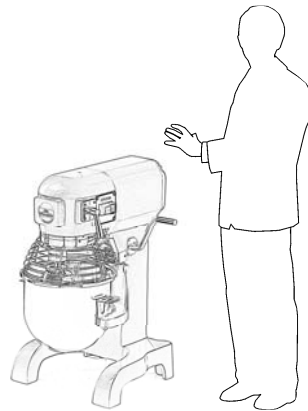

FIG. n.7 - Posizione corretta
6. assumere una posizione corretta in modo da evitare incidenti (vedi FIG. n.7): il corpo deve essere perpendicolare al piano di lavoro; le mani non devono forzare i componenti della macchina od ostacolare i movimenti della stessa.